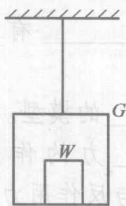

图 1-9 10 题图
10. 如图 1-9 所示, 绳子下端悬挂一只重为 G 的盒子, 盒子内放一重为 W 的木块。分析: 绳子受到哪几个力的作用? 这些力的反作用力各是什么?